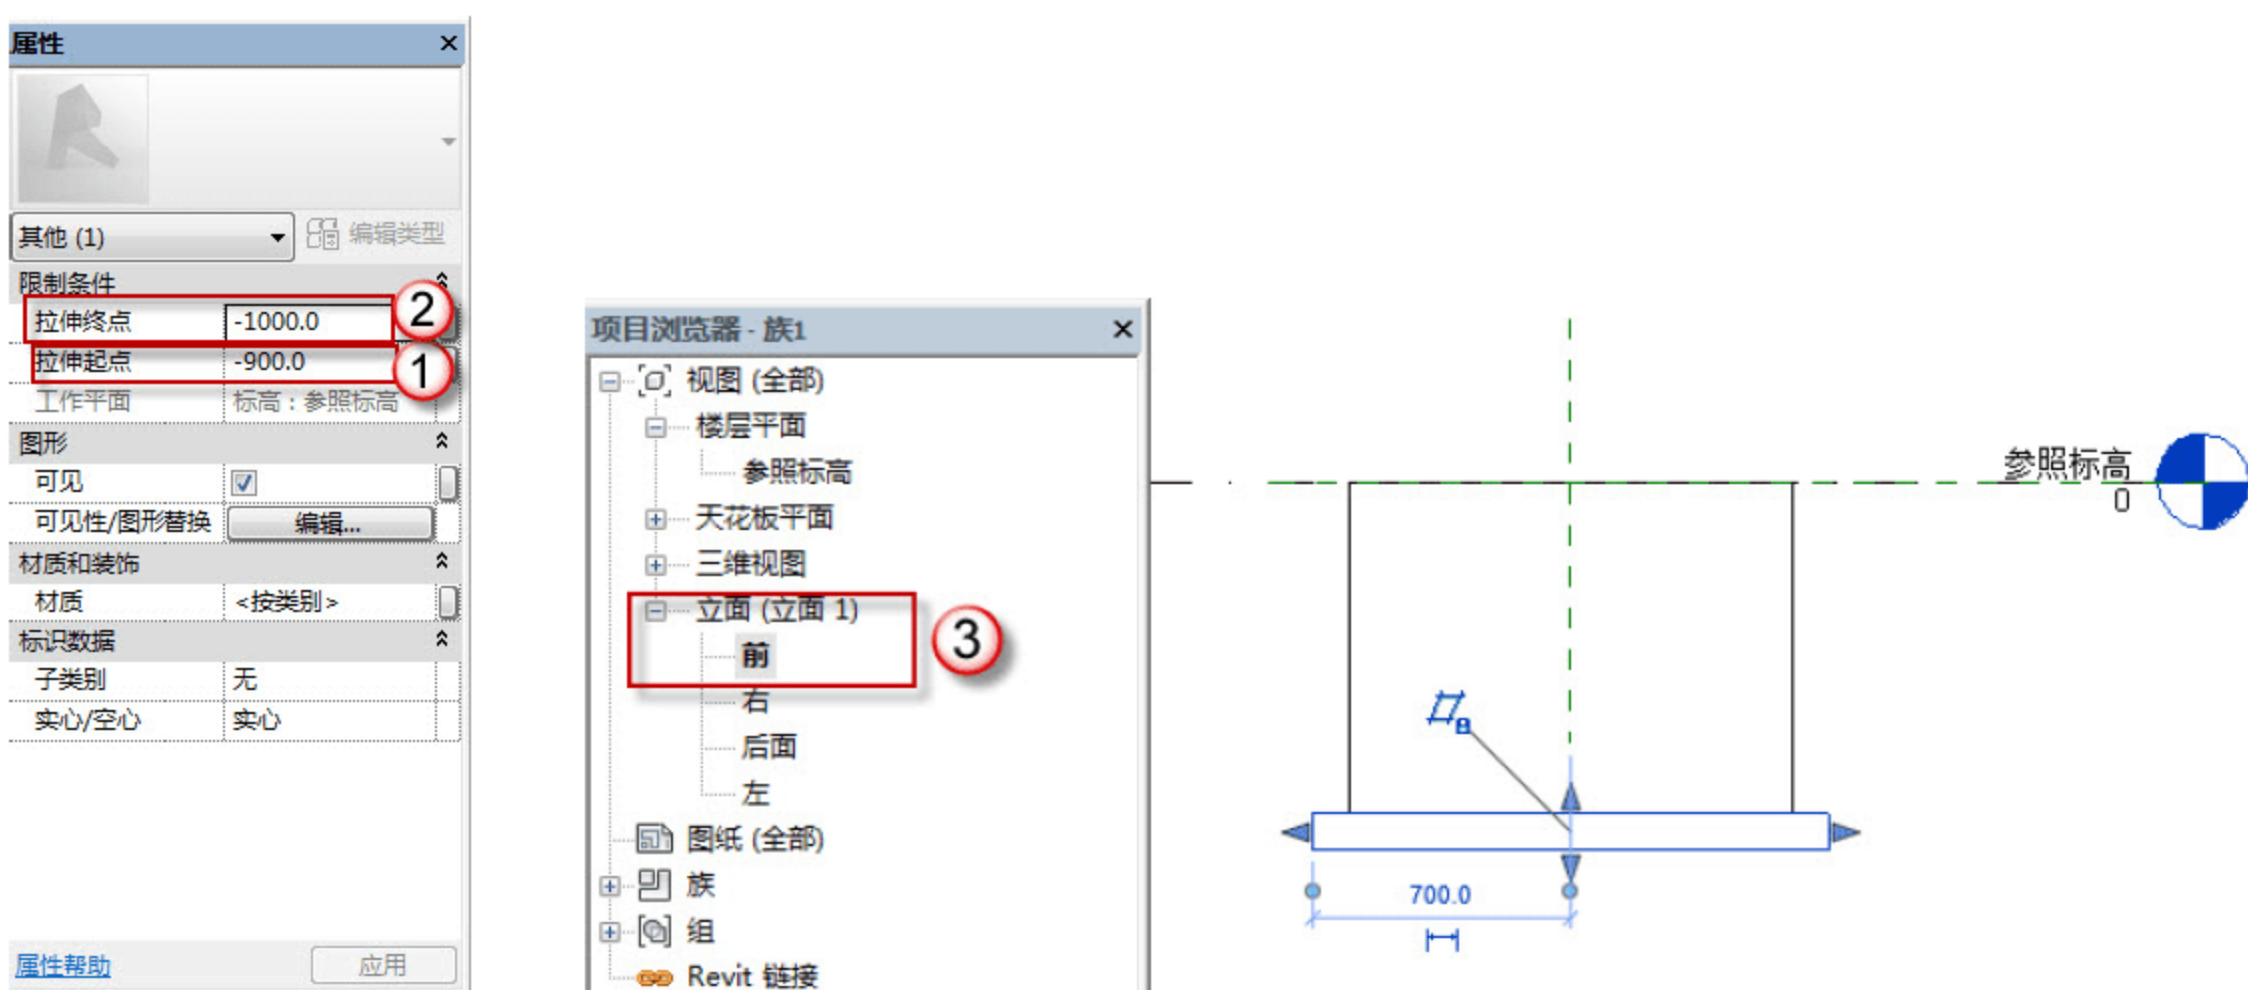

图 2.1.20 定义垫层高度
(6) 定义垫层高度。在定义承台高度时，采用“深度”定义，这里垫层的高度可以在承台高度基础上进行定义。选择“立面”→“前”命令，在“属性”面板中，在“拉伸起点”后输入数值-900，在“拉伸终点”后输入数值-1000，单击√按钮确定，如图 2.1.20 所示。